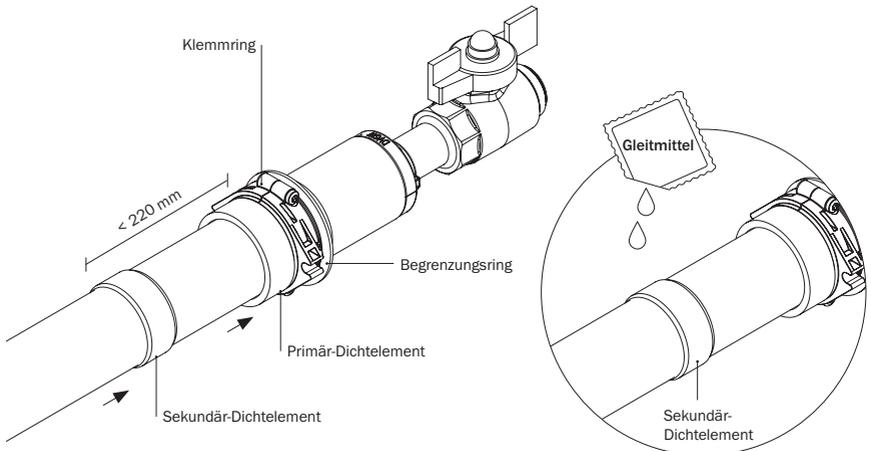

Abbildung 25.13: Positionierung Primär- und Sekundär-Dichtelement, Sekundär-Dichtelement mit Gleitmittel einschmieren
- Anschließend das Primär-Dichtelement über die Gashauseinführung bis an die Unterkante des Klemmrings schieben. Danach das Sekundär-Dichtelement ebenfalls über die Gashauseinführung schieben. Der Abstand zwischen Oberkante des Primär-Dichtelements und Unterkante des Sekundär-Dichtelements muss weniger als 220 mm betragen (s. Abbildung 25.13).
- Das Sekundär-Dichtelement mit dem mitgeliefertem Gleitmittel vollständig einschmieren (s. Abbildung 25.13).